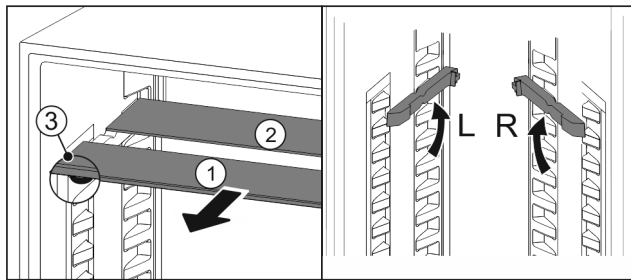

Fig. 18
- ▶ По одной извлеките Fig. 18 (1) стеклянные панели движением вперед.
- ▷ Стеклянная панель Fig. 18 (1) с декоративной планкой лежит спереди.
- ▷ Стопоры Fig. 18 (3) показывают вниз.